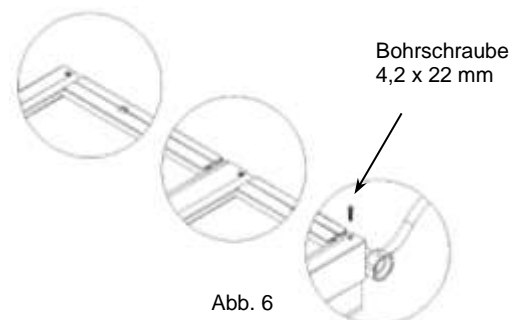

Abb. 6
Achtung! Das vorgebohrte Loch zur Fixierung der Abdeckleiste befindet sich an der Kollektoroberseite (Abb. 6). Das Aufklipsen erfolgt von oben beginnend mittels Gummihammer, schrittweise kollektorabwärts, bis das Profil einrastet.
12. Abschließend werden die Abdeckleisten mit Bohrschrauben der Dimension 4,2 x 22 mm am Kollektor durch das vorgebohrte Loch geschraubt (Abb. 6).